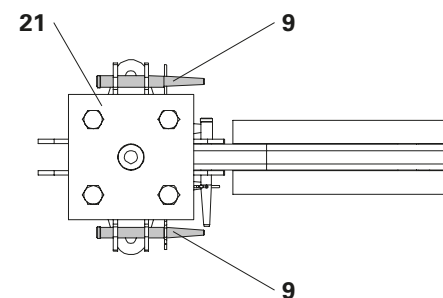

Fig. F3.03a
L'imbragatura è fissata da 4 perni da  $\varnothing 21 \times 120$  (9), che sono fissati al connettore di sostegno VST 48 (21). (Fig. F3.03a)